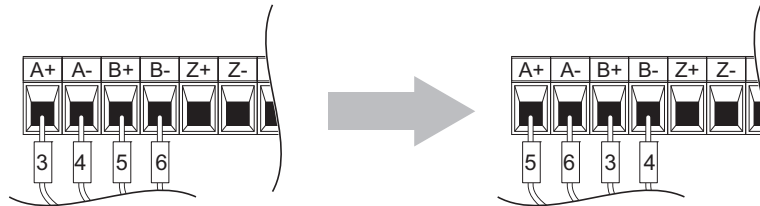

Figura 8.14 Chaveamento de fios dos canais A e B
10. Após conectar as saídas do encoder PG ao opcional, aplique alimentação ao inversor, gire o motor manualmente e verifique a direção de rotação, visualizando o monitor U1-05 no operador digital. A rotação de retrocesso do motor é indicada por um valor negativo para U1-05; a rotação de avanço do motor é indicada por um valor positivo. Se o monitor U1-05 indicar que a direção para frente é contrária ao pretendido, defina F1-05 como 1 ou inverta os dois fios de pulso A com os dois fios de pulso B no terminal de opcional TB1, conforme exibido na **Figura 8.14**.